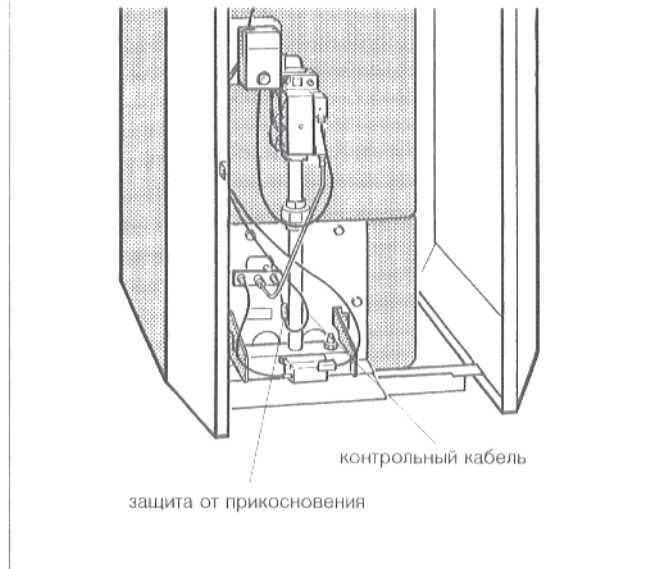

Рис. 36: контрольный кабель
- Устранить защиту от прикосновения у контрольного кабеля (рис. 36) и разъединить штекерное соединение.